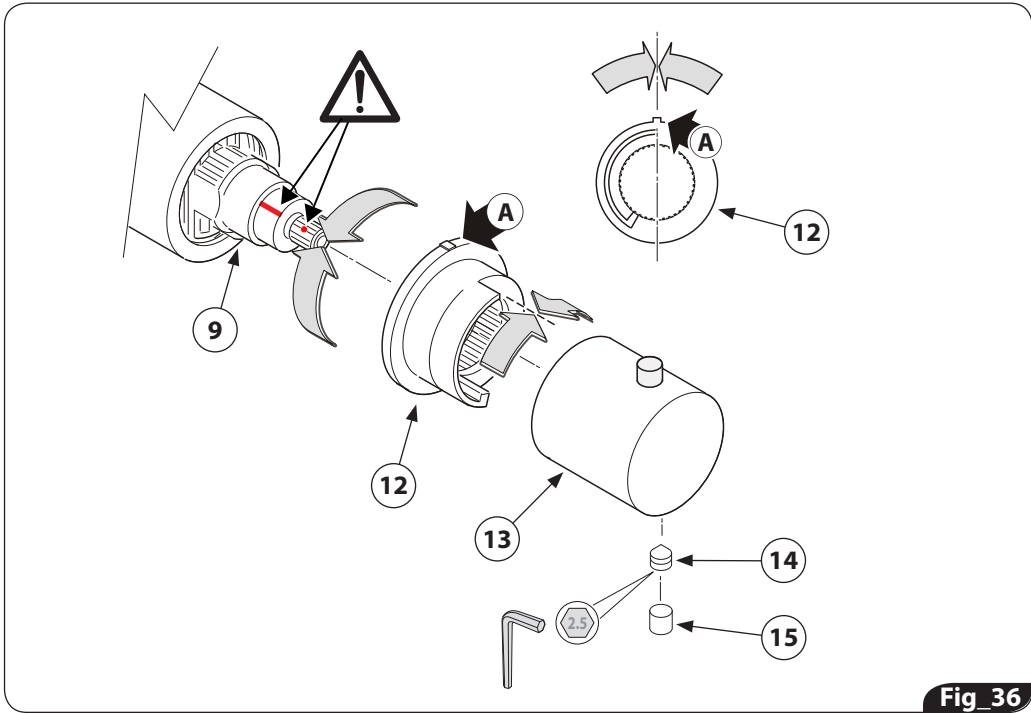
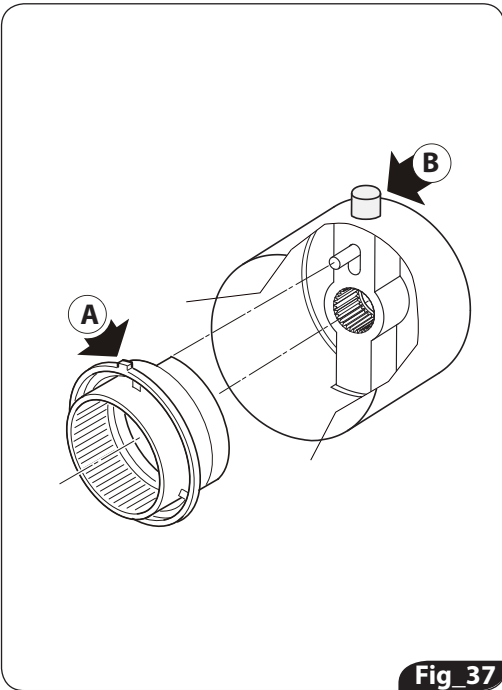
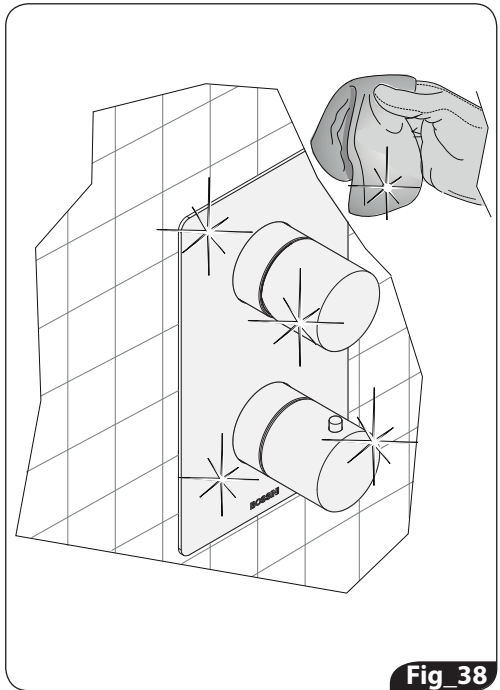

Fig 36
Fig 37
Fig 38
15. Assicurarsi che i riferimenti presenti sulla cartuccia termostatica (9) evidenziati in figura in rosso (fig. 36) siano allineati.
16. Inserire la camma (12) prestando attenzione al riferimento sporgente (A); esso deve essere rivolto verso l'alto e rispettare l'asse verticale.
17. Inserire la maniglia di controllo temperatura (13) avendo cura che il pulsante (B) e il relativo piolo interno siano in alto e rispettino la posizione con il riferimento sporgente (A). (fig. 37)
18. Eseguire un controllo del corretto montaggio della maniglia di controllo temperatura (13) : essa può ruotare in senso orario, mentre in senso antiorario è necessaria la pressione del pulsante (B) per avere l'erogazione dell'acqua ad una temperatura maggiore di 38°.
19. Inserire a fondo, bloccare con il grano (14) ed inserire tappino (15).
20. Pulire accuratamente i prodotti montati (Fig. 38).
15. Ensure that the reference points on the thermostatic cartridge (9) indicated in red in Figure 36 are aligned.
16. Mount the cam (12), ensuring that the raised nub (A) is in the centre-top position.
17. Mount the temperature control knob (13), ensuring that button B and its peg are at the top and aligned with the raised nub (A) (Fig. 37).
18. Check that the temperature control knob (13) is mounted correctly: it must rotate freely clockwise, whilst the button (B) must be held down for temperatures over 38°.
19. Push firmly in place and fix in place with the grub screw (14) and insert the cap (15).
20. Clean the mounted components with care (Fig. 38).
15. Stellen Sie sicher, dass die Markierungen auf der Thermomischkartusche (9), die in der Abbildung in rot hervorgehoben sind (Abb. 36), ausgerichtet sind.
16. Setzen Sie den Nocken (12) ein und achten Sie auf die vorspringende Markierung (A), die nach oben gerichtet und in vertikaler Achse liegen muss.
17. Bringen Sie den Temperaturwählgriff (13) an und achten Sie darauf, dass der Knopf (B) und der interne Stift oben sind und der Position mit der vorspringenden Markierung (A) entsprechen. (Abb. 37)
18. Überprüfen Sie die korrekte Montage des Temperaturwählgriffs (13): Er kann im Uhrzeigersinn gedreht werden, gegen den Uhrzeigersinn muss jedoch der Knopf (B) gedrückt werden, damit das Wasser mit mehr als 38° herausfließt.
19. Unten einführen, mit dem Stift (14) befestigen und den Griffstopfen (15) einsetzen.
20. Die montierten Produkte sorgfältig reinigen. (Abb. 38)